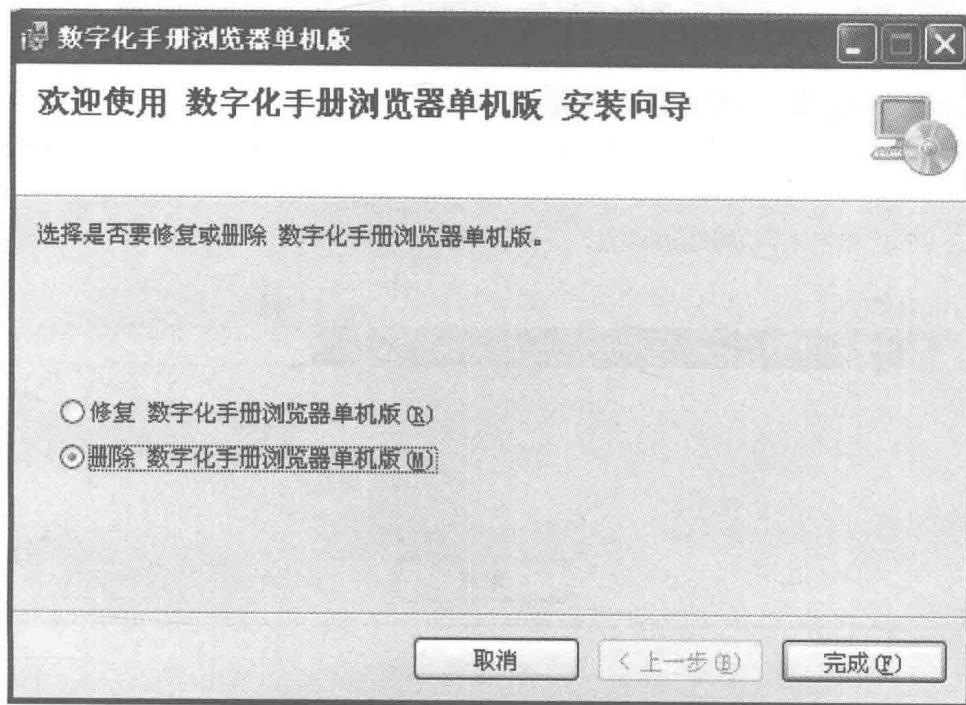

图 1-6 “选择是否要修复或删除 数字化手册浏览器单机版”窗口
如果第一次安装失败，在进行下一次安装时，系统会弹出“选择是否要修复或删除数字化手册浏览器单机版”窗口（见图 1-6），选择“删除 数字化手册浏览器单机版 (M)”单选框，单击“完成”按钮，删除此前的安装程序。然后再重新进行安装操作。